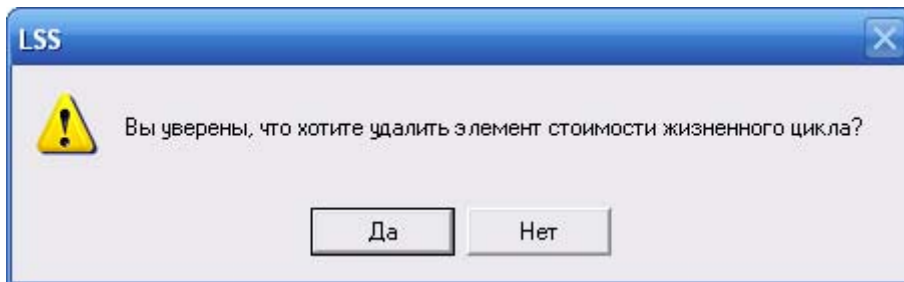

Рис. 8-8
3. В появившемся окне для подтверждения удаления нажмите на кнопку **Да** (рис. 8-8).